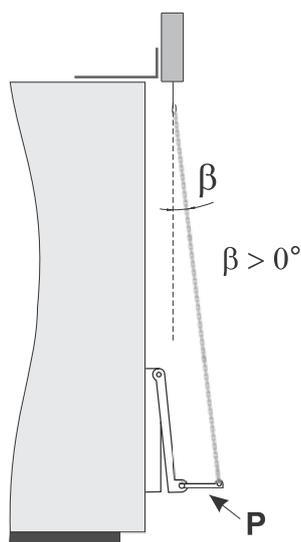

Abb. 5
Wenn der Winkel β (Abb. 5) zu klein ist, kann das zu einer Erhöhung der erforderlichen Kraft zum Öffnen der Klappe und im Endeffekt zur Einstellung des Betriebs des Steuergerätemotors und Anzeige der Meldung "Er" führen. Um dem vorzubeugen, und den korrekten Betrieb des Steuergerätemotors zu gewährleisten, ist zusätzlich der an der Kesseltür montierte "P" Hebel zu verwenden. Oder das Steuergerät über die Kesselmaße hervorzuschieben. Der Hebel wird vom Installationsunternehmen ausgeführt.
- Winkel α und β zwischen Kette und Kessel prüfen (siehe Abb. 4 S. 6 und Abb. 5 S. 7). Wenn diese von den empfohlenen Werten abweichen, kann dies zu einer Erhöhung der erforderlichen Kraft zum Öffnen der Klappe und Erscheinen des Symbols "EO" am Display führen. Es wird empfohlen, das Steuergerät über die Maße des Ofens hervorzuschieben oder einen zusätzlichen Hebel für die Kesseltür anzuwenden.